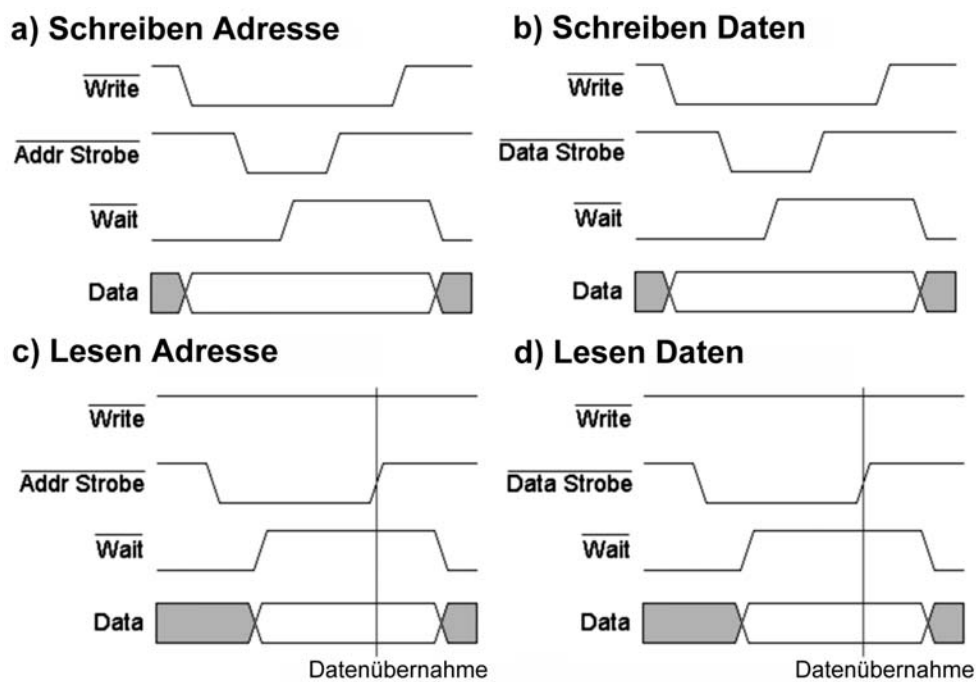

Abb. 3.8 Typische EPP-Signalspiele
Einige Interfacesignale haben eine andere Bedeutung (Tabelle 3.2). Abb. 3.8 gibt einen Überblick über die typischen Signalspiele.
- EPP 1.9 (die saubere Lösung): der Host darf ADDRS STROBE oder DATA STROBE erst dann aktivieren, wenn WAIT = Low ist (voll verriegeltes Handshaking, wie in Abb. 3.8 gezeigt),
EPP (vgl. Abb. 3.8)